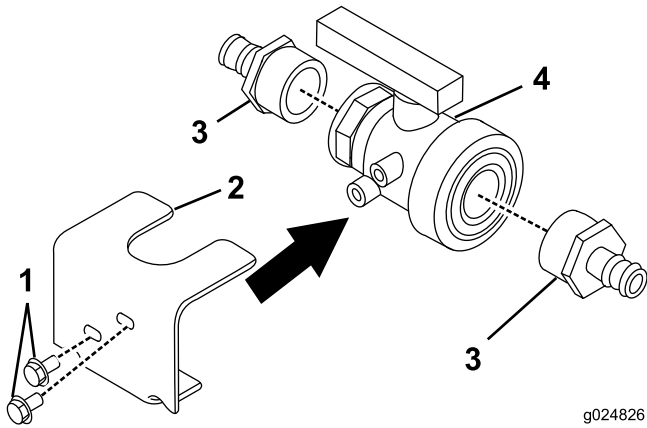

Bild 20
2. Montieren Sie die Kugelventilhalterung (Bild 20).